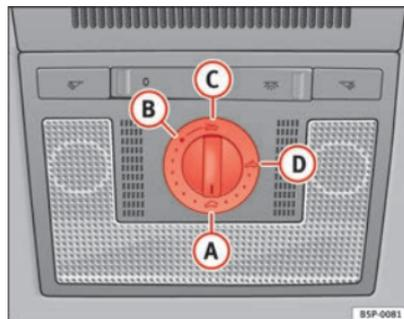

Abb. 68 Detailansicht des Dachhimmels: Drehschalter Schiebe-/Ausstelldach
- Drehen Sie den Drehschalter in Stellung **(A)** ⇒ Abb. 68 ⇒ ⚠.